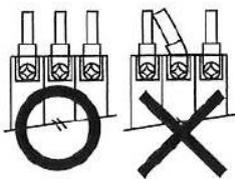

Fig.1
8. Cada terminal o polo conductor debe conectarse en paralelo, tal y como se muestra en la Fig1. Al montar más de un interruptor, no hay barrera de interfase entre los interruptores. Si el interruptor no tiene barrera de separación entre fases, aisle la parte expuesta de los terminales de crimpado o conductor con mangas aislantes o cinta adhesiva o instale cubiertas sobre los terminales. (se venden por separado).